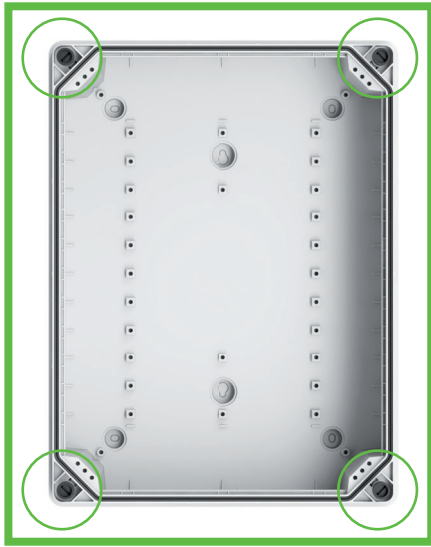

Abb. 4: Befestigungspunkte
- ▶ Markieren Sie die Befestigungspunkte (Abb. 4).